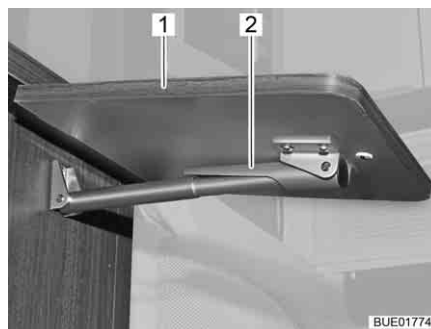

Fig. 123 Table pliante/surface de travail, déverrouillée
- Saisir la table pliante/surface de travail (Fig. 123,1) et la soulever légèrement. De l'autre main, faire basculer la fixation (Fig. 123,2) du support télescopique vers le bas.